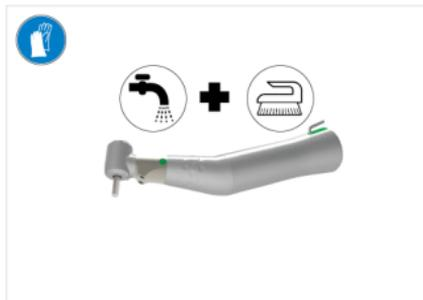

図.4
1. 機器の外部と内部を15°C~38°C (59°F~100°F) の水道水ですすぎ洗います。使用する水道水は、pH 6.5~8.5、塩素濃度100 mg/l以下に限ります。水道水がこの要件を満たさない場合は、代わりに脱塩水(純水)を使用してください。(図.4)